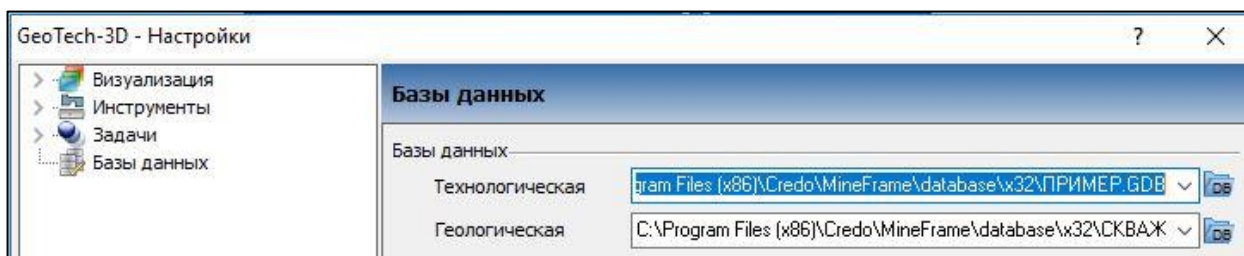

Рис. 6.2
9. Запустите систему **МАЙНФРЭЙМ ГЕОЛОГИЯ** в пункте меню **Сервис/Настройки/Базы данных** подключите Геологическую БД **Скважины.gdb**. (рис.6.2).